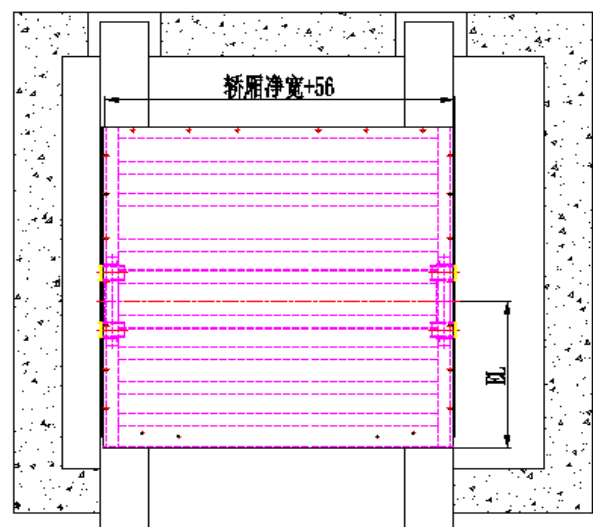

图 7-2 轿底安装示意图
轿厢架、轿厢在顶层合适高度搭建简易平台用于拼搭轿底、轿架等部件。在正对层门口的井道墙上，平行地凿两个与层门口宽度一致的  $250\text{ mm} \times 250\text{ mm}$  的孔洞，用两根截面不小于  $200\text{ mm} \times 200\text{ mm}$  的方木或型钢，一端插入墙内，一端架于楼板上，校正两根横梁的平行度和水平度后两端固定，见图 7-2。
7.2.1 预先将轿托左右侧梁放置在方木上，侧梁两头用型钢或者垫板垫高，再将轿托横梁放入侧梁内侧，用螺栓固定，放入轿底轮，加卡轴板，固定之后放入另一根横梁，调整位置后固定。依据下图附图调整侧梁和侧梁之间，横梁与横梁之间的距离，然后锁紧螺栓。误差小于  $1/1000$ 。由于轿托为主要受力部件，其与绳轮等部件装配好后，左右侧梁与横梁要相互点焊。EL 值具体查看土建图，见图 7-1。在托架上表面梁横梁之间安装缓冲撞板，然后在左右侧梁上安装减震垫，最后将轿顶固定在减震垫上。在方木与轿底间用垫板校正下梁上平面的水平度不应超过  $2/1000$ ，见图 7-2。